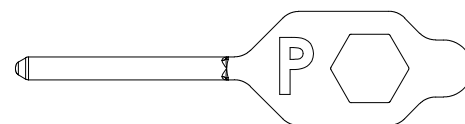

Bild 5. Konfigurationsverktyg för att förflytta konfigurationsbrytaren.
- Ett konfigurationsverktyg av plast, se bild 5.